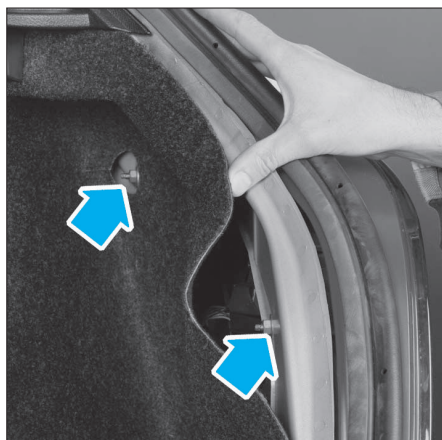

FIG. 105
- Déposer les 2 écrous (Fig.105) puis les feux arrière après avoir débranché les connecteurs.